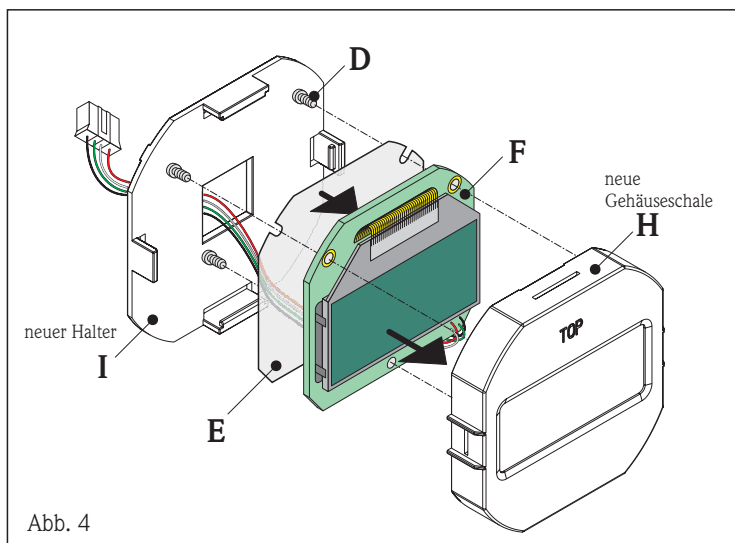

Abb. 4
Abb. 4 Die Elektronik (F) in die neue Gehäuseschale (H) einsetzen, Isolierfolie (E) drüberlegen und mit den 3 Kreuzschlitzschrauben (D) gemeinsam mit der Gehäuseschale verschrauben (s. Abb. 2).